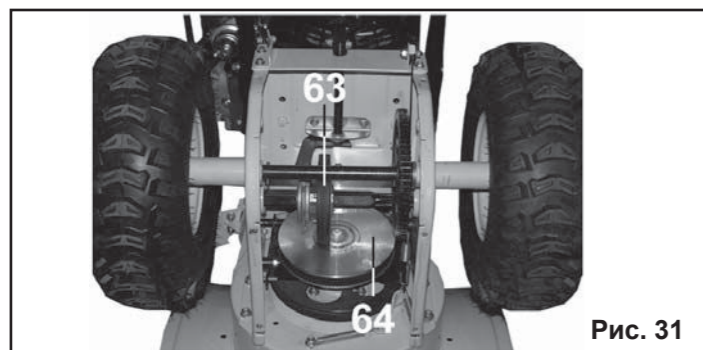

Рис. 31
9.10. Проверка системы привода колес (Рис.31).
9.10.4. Выкрутите шесть болтов крепления нижней крышки корпуса редуктора и демонтируйте ее (на Рис.31 крышка корпуса редуктора снята).